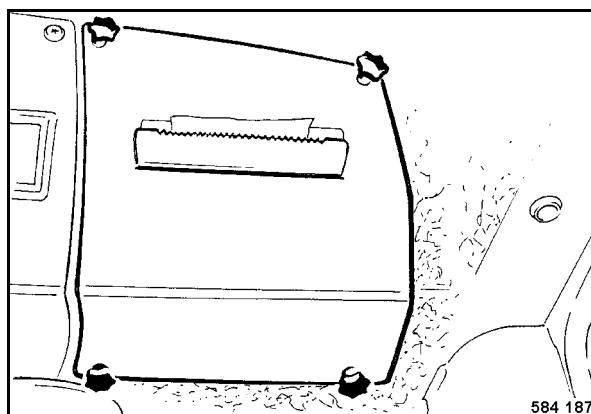

Fig. 102
- Desenroscar las empuñaduras de estrella (Fig. 102) y retirar la cubierta.